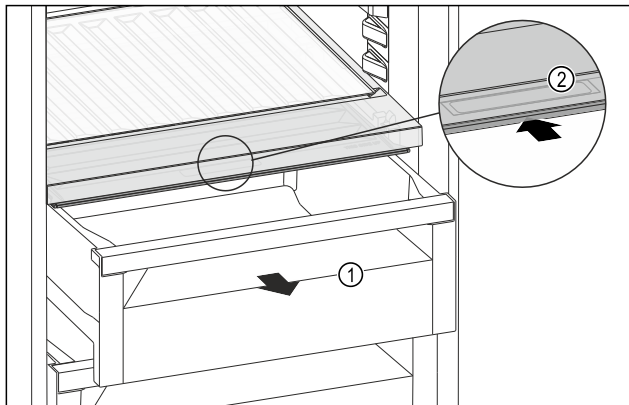

Fig. 133
- Schubfach Fig. 133 (1) herausziehen.
- Griffmulde Fig. 133 (2) am Fachdeckel anfassen und Fachdeckel gleichzeitig nach hinten schieben.